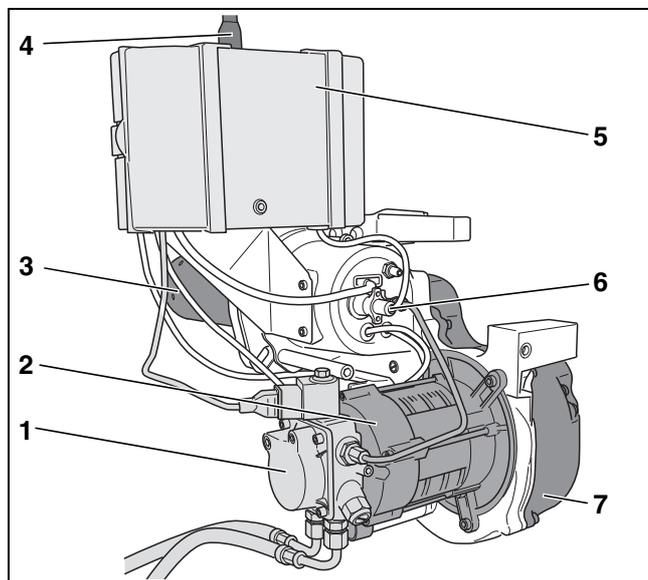

Bild 1 Brenner Logatop BE 1.3 und 2.3
- Ölpumpe mit Magnetventil und Ölschlussschläuchen (→ Bild 1, [1])
- Brennermotor (→ Bild 1, [2])
- Brennerrohr (→ Bild 1, [3])
- Digitaler Feuerungsautomat SAFe 30 mit Entstörtaster (→ Bild 1, [5])
- Flammenfühler (→ Bild 1, [6])
- Gebläse (→ Bild 1, [7])
Der Brenner (→ Bild 1) ist über einen Netzstecker (→ Bild 1, [4]) angeschlossen und über eine Kommunikationsleitung mit dem Regelgerät verbunden.